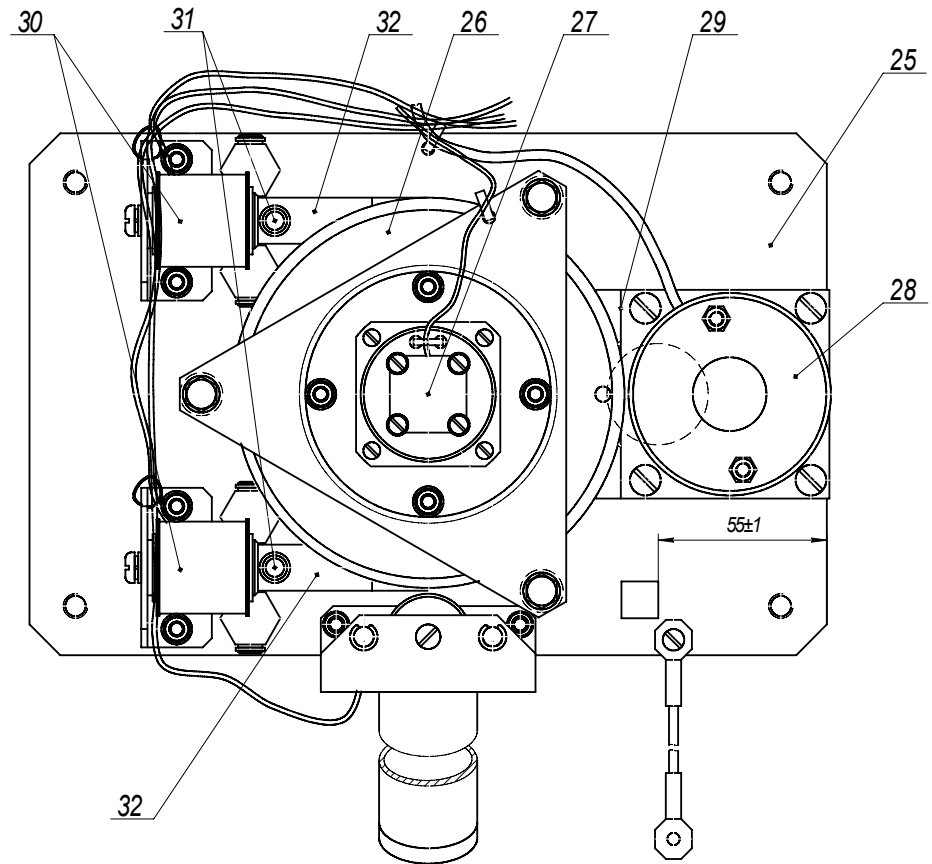

Рис.2
5.2 Привод турникета ПТУ-1 (см. рис. 2) состоит из электродвигателя постоянного тока 28, редуктора 29, механизма блокирования и устройства «Антипаника», установленных на общем основании 25. На выходном валу привода закреплен трипод с тремя штангами, а также барабан 26 и датчик угла поворота 27.